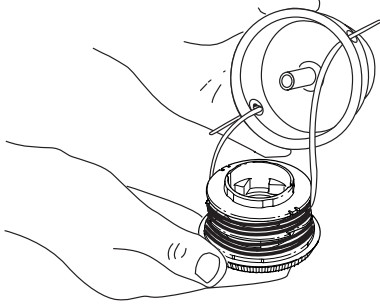

Fig. 48
3. Inserte los extremos de la línea de corte del nuevo carrete interior dentro de los ojalillos de la bobina exterior (Fig. 48). Coloque el nuevo carrete interior con la flecha hacia arriba dentro de la bobina exterior.
3. Saque el carrete interior con la línea existente de la bobina exterior (Fig. 48).